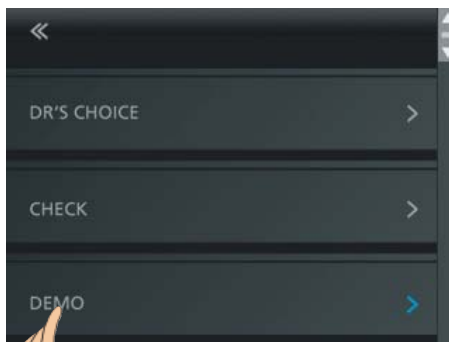

Рис. 36. Выбор функции DEMO
- Войдите в меню настроек и выберите функцию DEMO (рис. 36).